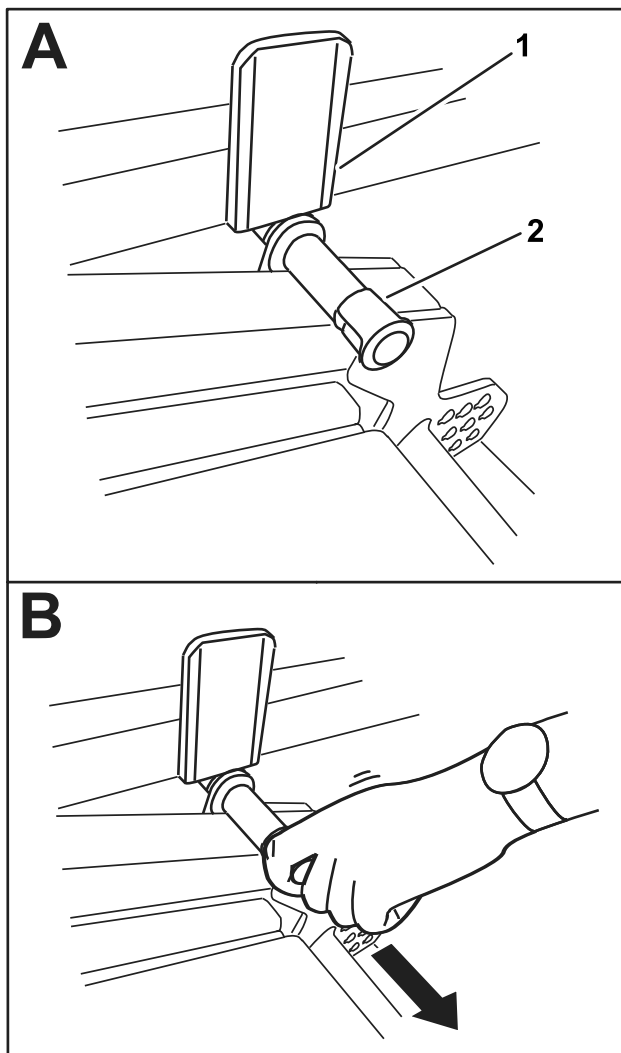

Figure 39
2. Faites pivoter l'unité de coupe lentement vers le bas jusqu'à ce que la goupille touche la plaque du bras de levage (A de la Figure 39).
3. Appuyez sur l'unité de coupe avec le pied et tirez sur la goupille (B de la Figure 39) pour permettre à l'unité de coupe de se stabiliser à la position TRANSPORT.